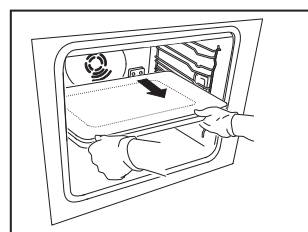

Fig. 3
1. Saisissez à deux mains la plaque à induction et retirez-la. Forcez légèrement pour débrancher la plaque de la prise (Fig. 3).